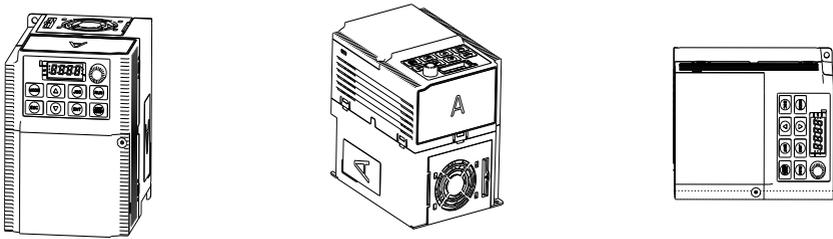

图 4.1 安装方向示意图
(1) 务必垂直安装变频器, 且不能倒置, 便于热量向上散发, 如图 4.1 所示;